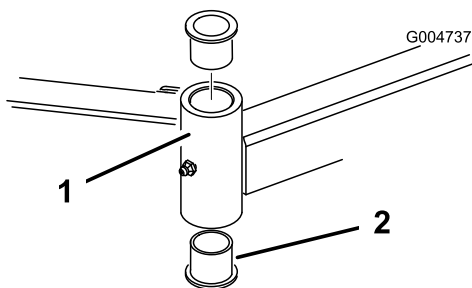

Figure 105
4. Insérez un chasse-goupille dans le haut ou le bas du tube de montage et chassez la bague hors du tube (Figure 105). Chassez ensuite l'autre bague. Nettoyez l'intérieur des tubes de montage.